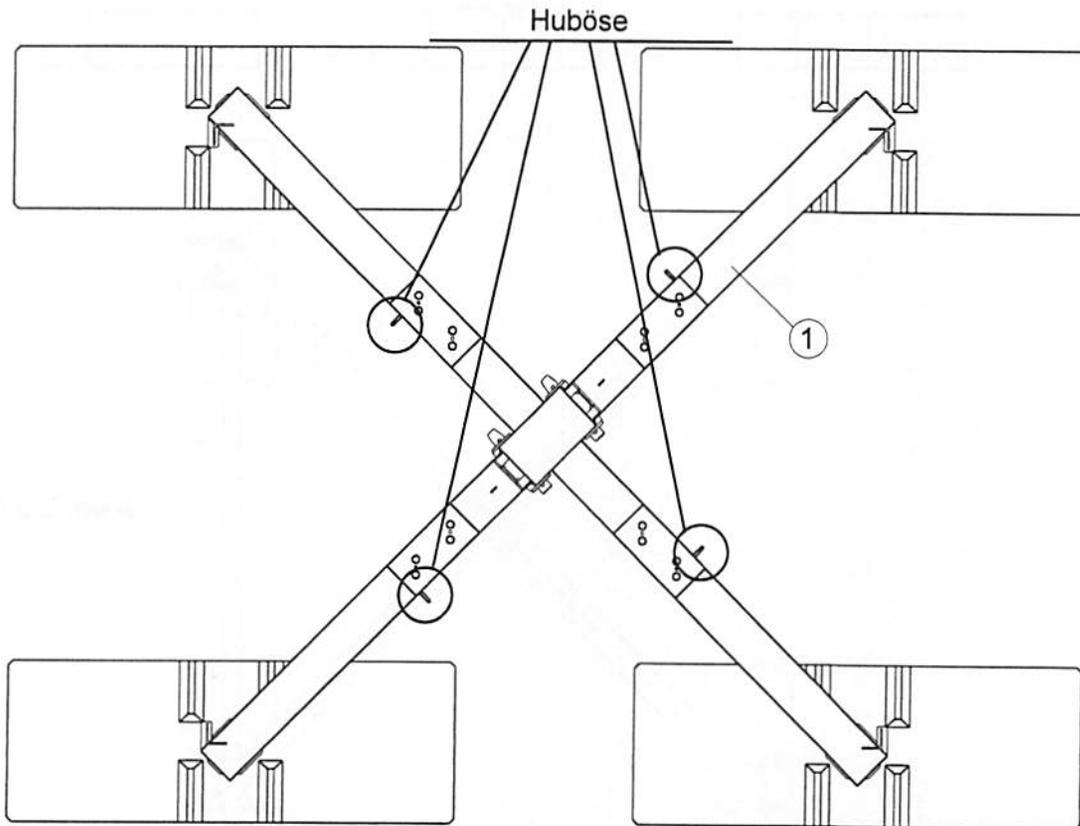

Abb. 2.2.8
Den zuvor montierten Unterwagen anheben (1) und ihn über die vier Ballastblöcke **IR "C"** bringen und zentrieren (Abb. 2.2.8).